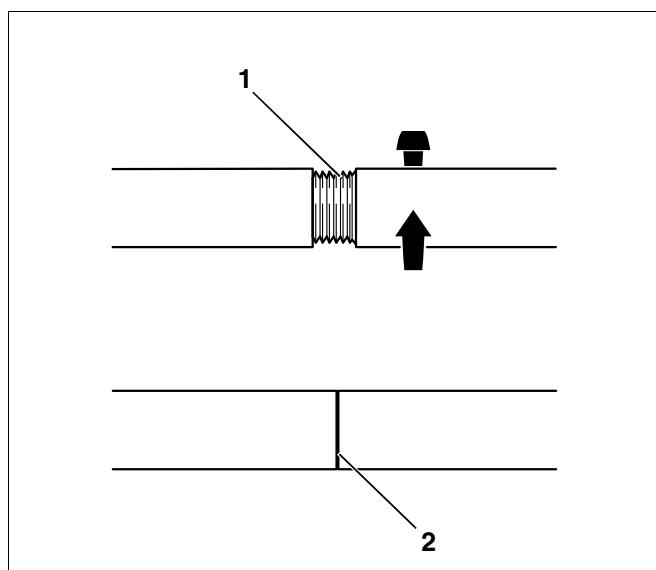

Fig. 17 Outillage de serrage type 2.3
Lors du desserrage des outils de serrage de taille 2.3, les raccords de serrage des barres de traction risquent de se dévisser (fig. 17, **pos. 1**), il faut contrôler ces dernières avant toute réutilisation des outils de serrage et les resserrer si nécessaire (fig. 17, **pos. 2**). Si le processus de serrage est effectué avec des raccords dévissés, les outillages peuvent être endommagés, voire détruits.